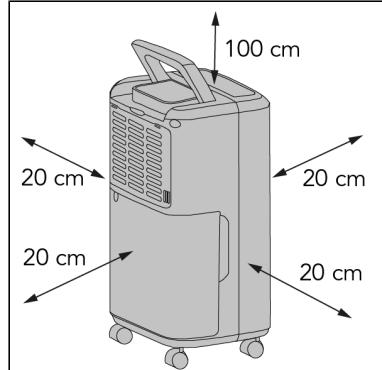

Figure 35.
2. Respectez les distances minimales suivantes pour assurer une bonne circulation de l'air dans l'appareil (Figure 35\*) :